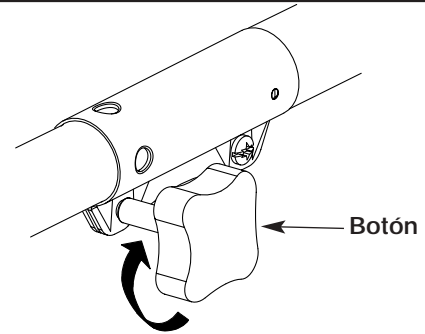

Fig. 9
4. Apriete el botón girándolo hacia la derecha (Fig. 9).